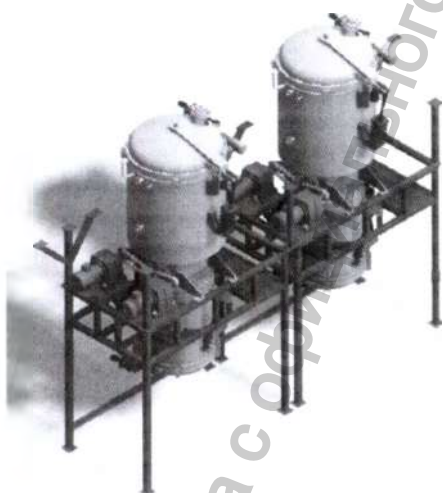

Рисунок 11
- ◆ Соберите короткие колонны, затем соедините и зафиксируйте короткие колонны к собранным модулям болтами, и затяните болты. При этом необходимо контролировать положение двух модулей. (Рис. 11)